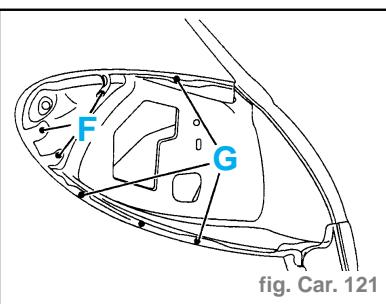

fig. Car. 121
- Souder par points électriques (suivant F) (avec l'équipement AB1) (fig. Car. 121).